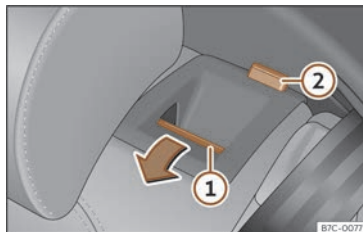

Fig. 97 Banquette arrière : rabattre le dossier.
- Appuyez sur la touche de déverrouillage >>> **fig. 97** ① vers l'avant en rabaisant simultanément le dossier. Le dossier arrière est débloqué quand le repère rouge est visible sur la touche ②.